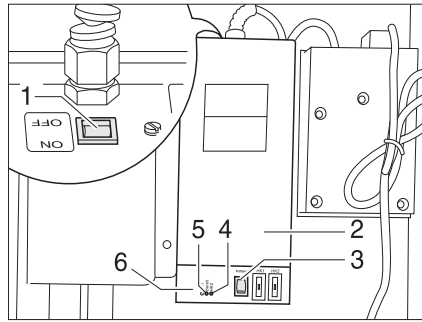

Fig. 116 Transformador con aparato regulador
Según el modelo, el transformador de 230 V AC/12 V DC (Fig. 116,2) estará instalado en el armario ropero o en el baúl del grupo de asientos.
- La luz de control (Fig. 116,5) se enciende de color verde: Regulación en funcionamiento
- Las luces de control (Fig. 116,4 y 6) se encienden rojas: Las tuberías de aguas residuales se calientan
La carcasa tiene un pulsador de prueba (Fig. 116,3) integrado con el cual se puede poner en funcionamiento brevemente el aparato regulador. Presionando el pulsador de prueba se puede comprobar el funcionamiento del calentamiento aún cuando la temperatura ambiente sobrepase los 5 °C.
- Poner el interruptor (Fig. 116,1) en el transformador (Fig. 116,2) en "ON".
- Poner el interruptor (Fig. 116,1) en el transformador (Fig. 116,2) en "OFF".